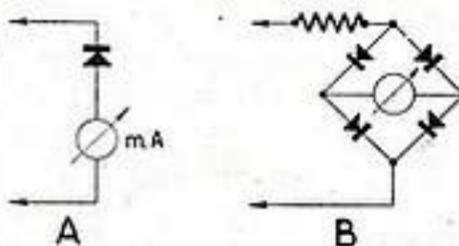

FIG. 3
Sur la fig. 3, on peut voir deux circuits de redressement avec éléments à oxyde de cuivre et instrument à bobine mobile. En (A) on a un redresseur, une alternance et en (B) un redresseur en front, deux alternances.